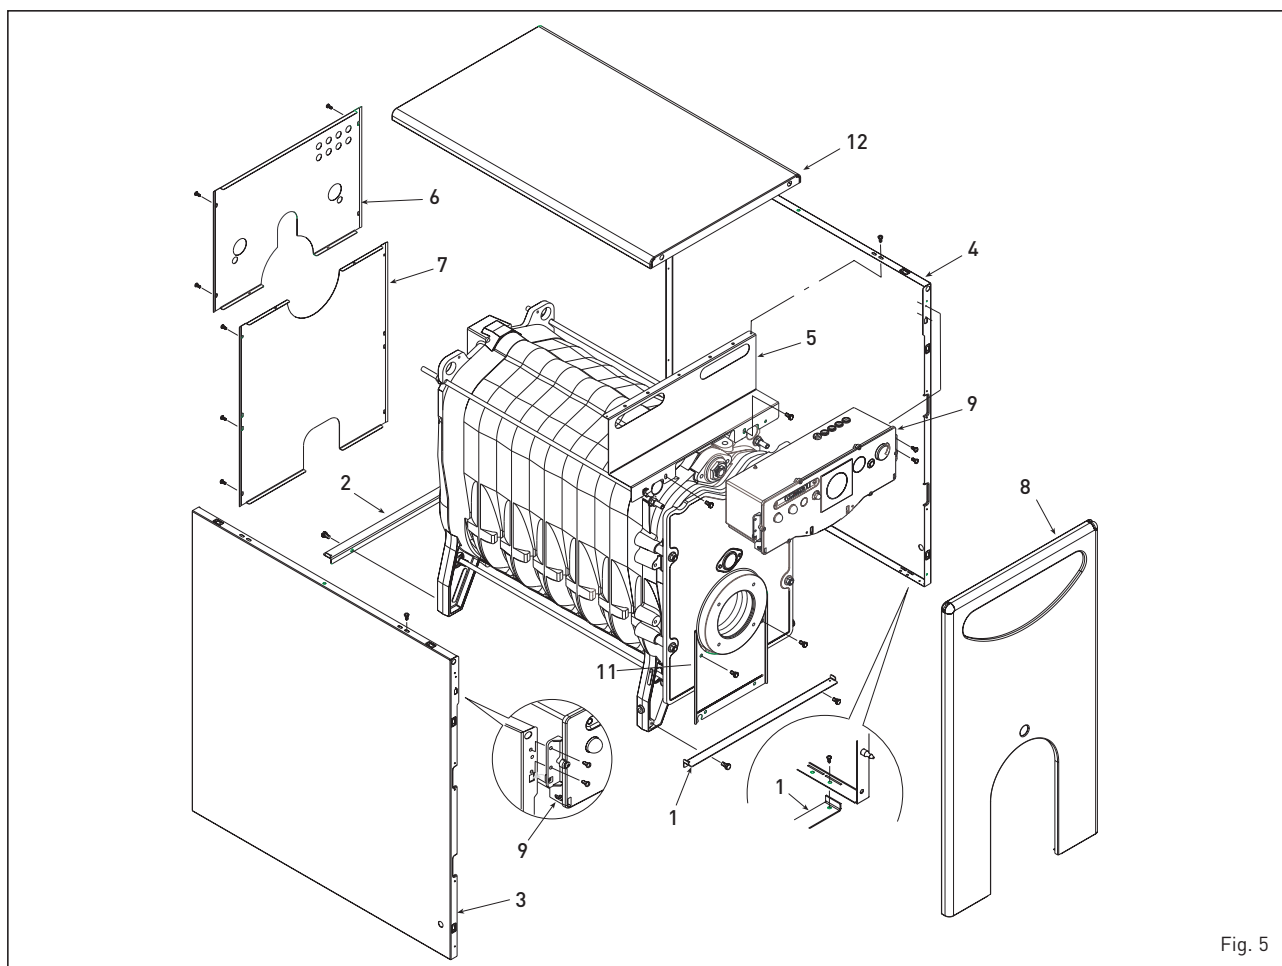

Fig. 5
2.5 MONTAJE DE LA ENVOLVENTE RONDÒ ErP (fig. 5)
Para montar la envolvente proceda como indicamos a continuación (fig. 5):